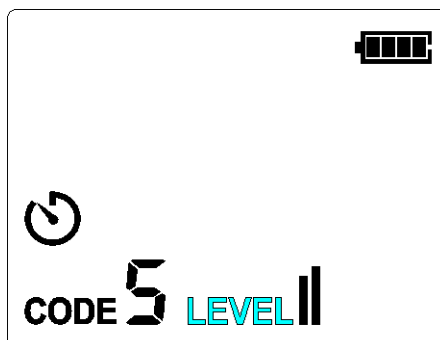

Figura 6.1.2b LIVELLO Aumento/Diminuzione
1. Quando il simbolo del LIVELLO lampeggia, premere brevemente il pulsante Su/Giù per impostare il livello su III, II o I. Il livello predefinito è III. Come mostrato nella Figura 6.1.2b